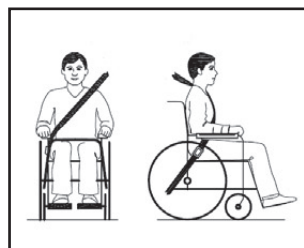

Figure 5
*Déposer l'appui-tête (voir figure 5)**
- Les ceintures abdominales doivent être pleinement en contact avec tout l'avant du corps, au niveau de la jointure des cuisses et du bassin. La ceinture supérieure doit soutenir entièrement l'utilisateur, comme indiqué dans la figure 5.